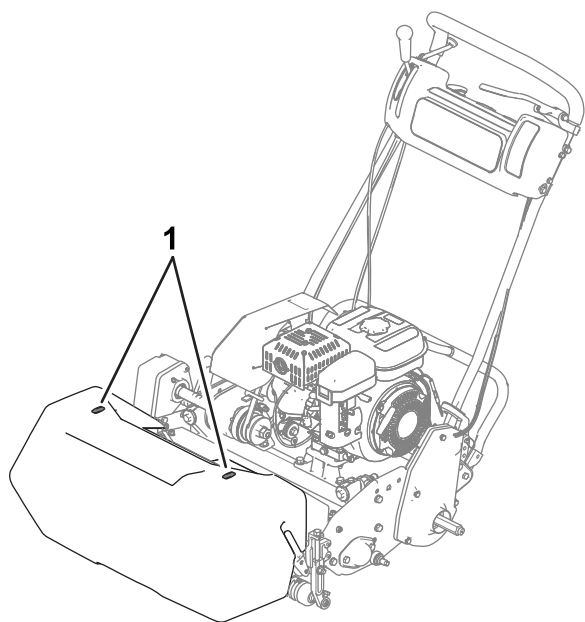

Рисунок 22
- Чтобы сохранять прямолинейное движение на протяжении всего грина и поддерживать одинаковое расстояние от края предыдущей скошенной полосы, используйте ориентирующие полосы на травосборнике (Рисунок 22).